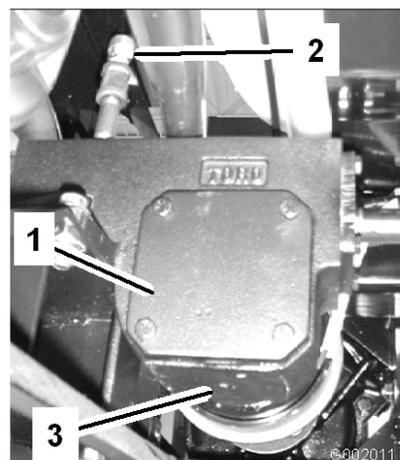

図 70
2. ドレン・プラグの下にオイルを受ける容器をおく (図 70)。
3. 補給口プラグとドレン・プラグを取り (図 70)、排出されるオイルを容器で回収する。